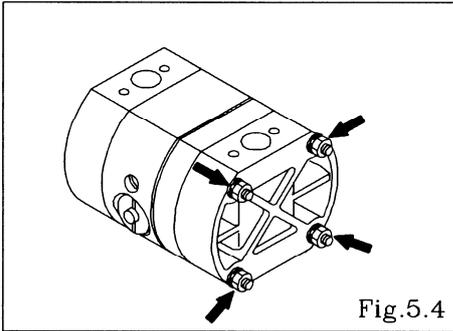

Fig.5.4
- 分别拆下外壳的安装螺栓和螺母8处 (NDP-15则螺栓、螺母为12处)，取下外壳。〈Fig.5.4〉